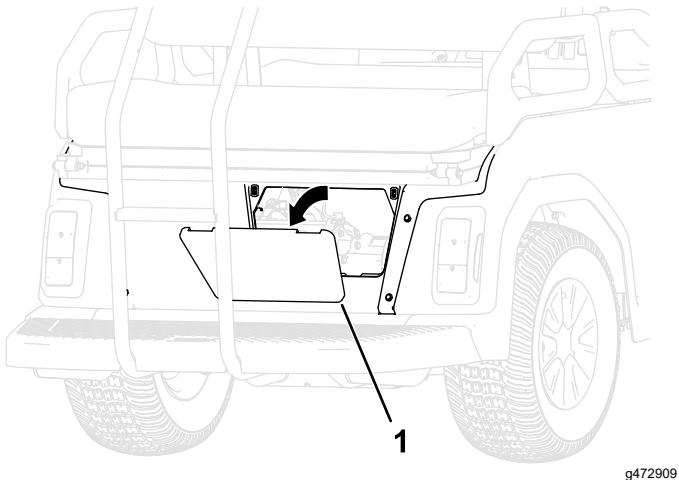

Figure 17
2. Déposez le couvercle d'accès à l'arrière de la machine (Figure 17).